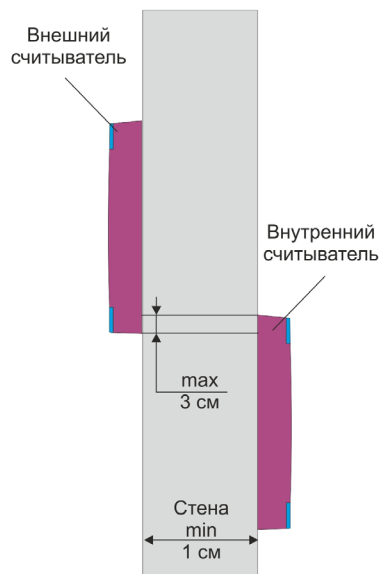

Рисунок 5. Крепление считывателей с разнесением по вертикали
- Если толщина стены менее 10 см (например, стеклянная панель), то считыватели необходимо разнести по вертикали (рисунок 5). Максимальное наложение одного считывателя на другой по вертикали – 3 см (антенны не должны пересекаться).